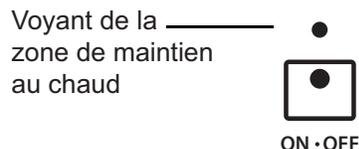

Figure 18 : Voyant de la zone de maintien au chaud qui s'allume lorsque la fonction est activée
2. Appuyez sur **warming zone ON-OFF**. Le voyant de la zone de maintien au chaud s'allume (figure 18).  ON-OFF